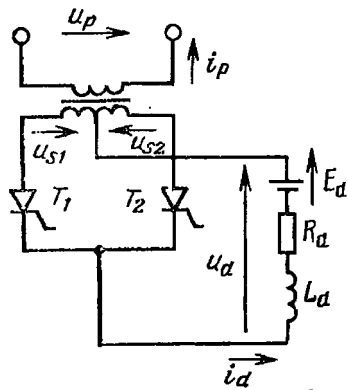

Рис. 3. Управляемый преобразователь со схемой 1Φ1Н2Π
3. Резистор с сопротивлением $R_d = 0,2$ Ом и сглаживающий реактор с индуктивностью $L_d \approx \infty$ присоединены к цепи постоянного тока преобразователя со схемой соединения 1Ф1Н2П, работающего в инверторном режиме (рис. 3). Какой угол управления должен быть установлен, чтобы противо-ЭДС источника постоянного тока равнялась $E_d = 180$ В, среднее значение выпрямленного тока было 200 А. Напряжение вентильной полуобмотки трансформатора $U_s = 200$ В, $f = 50$ Гц, индуктивность коммутации $L_\gamma = 1$ мГн, активное сопротивление $R = 0$. Вентили и электрическая монтажная схема идеальные. Постройте кривые тока в одном тиристоре и напряжения на его выводах для вычисленного угла управления.